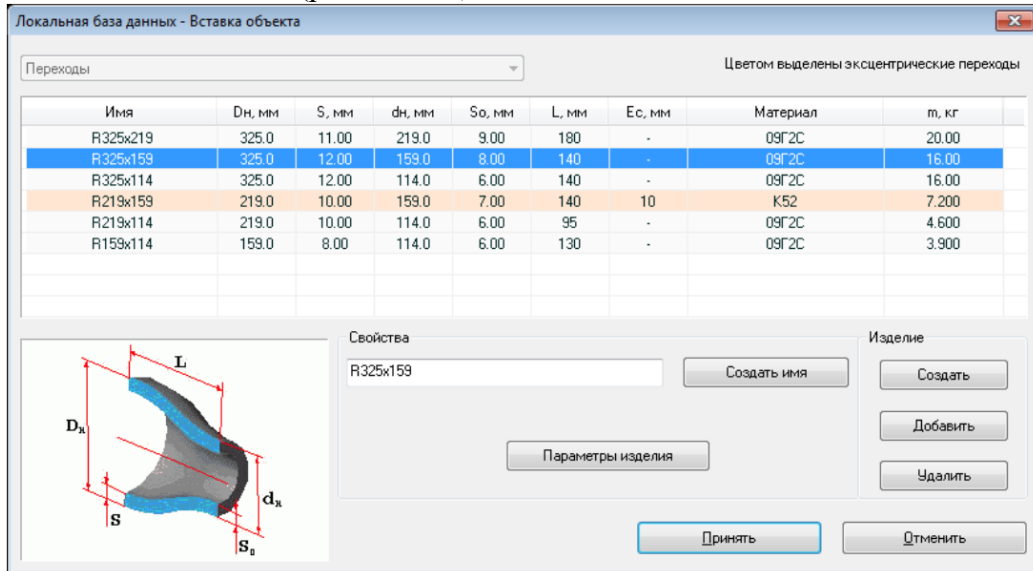

Рис. 5.2.15. Диалоговое окно вставки перехода
2. Выберите с помощью указателя мыши узлы, в которые планируется вставить переход, нажмите правую кнопку мыши и выберите пункт "**ВВОД**" (или нажмите клавишу <ENTER>). Появится окно таблицы объектов локальной базы данных в режиме вставки объекта REDUCER (рис. 5.2.15.).
3. В появившемся диалоговом окне (рис. 5.2.15.) необходимо выбрать один из объектов таблицы REDUCER локальной базы данных (выбрать параметры вставляемого перехода). Чтобы вставить переход, нажмите кнопку "Принять". При этом будет произведена проверка корректности параметров вставляемого объекта. В случае, если один из основных параметров объекта не будет корректно задан, программа выдаст предупреждение и вернет пользователя в окно вставки объекта. Для отмены вставки нажмите кнопку "Отменить".